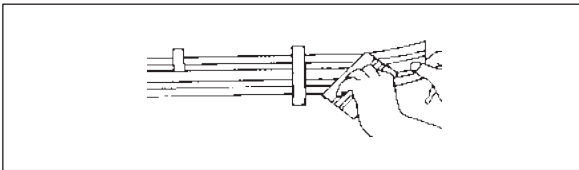

Fig. 31
6. Applicare, partendo dal centro della cerniera e procedendo verso l'esterno Tenere la fascia lontano dalla superficie con una mano e lasciare che l'adesivo tocchi la superficie solamente durante la spatolatura. Fig. 31